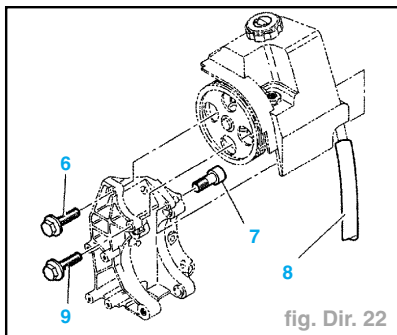

fig. Dir. 22
- Déposer l'écrou (5).
- Ecarter la goulotte de remplissage (4) du bocal lave-vitre.
- Déposer (fig. Dir. 22) :
- la vis (6),
- les vis (7) et (9).